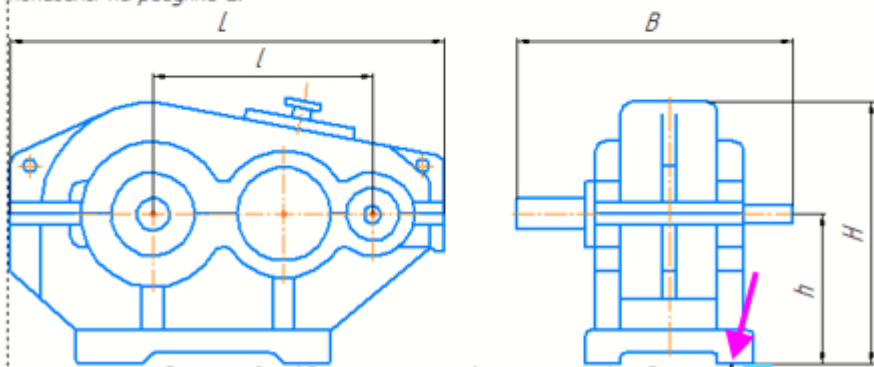

Рисунок 2 – Обозначения основных размеров редуктора
- Вставьте фрагмент перед подписью «Рисунок 2...». Для этого также укажите курсором место вставки.